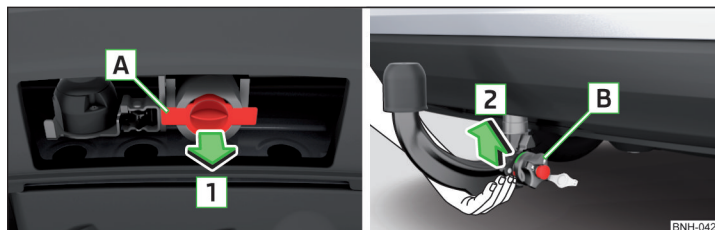

Abb. 141 Abdeckkappe für den Aufnahmechacht abnehmen / Kugelstange einsetzen
- Die Abdeckkappe für den Aufnahmechacht **A** in Pfeilrichtung **1** abnehmen » Abb. 141.
- Die Kugelstange **von unten** » Abb. 141 fassen und in den Aufnahmechacht in Pfeilrichtung **2** bis zum hörbaren Einrasten einsetzen » **!**
- Die Abdeckkappe für den Aufnahmeschacht **A** entgegen der Pfeilrichtung **1** einsetzen » Abb. 141 auf Seite 128.